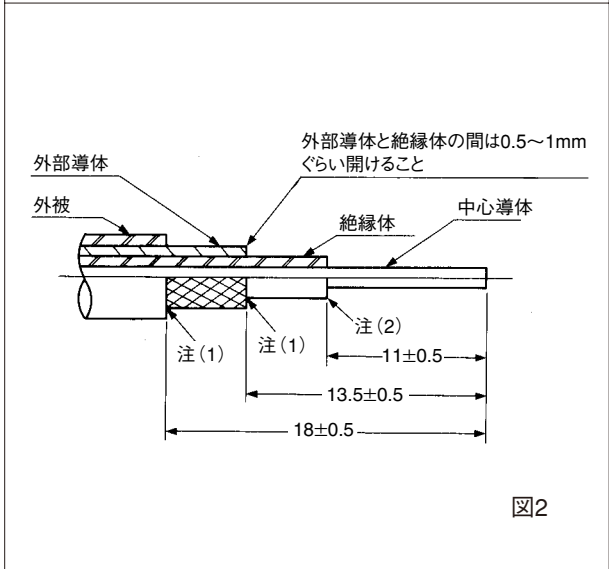

図2
- (1) 図2の寸法で端末処理を行う。
- (2) 端末処理終了後、中心導体をアルコール等を含ませた布で拭き、中心導体表面のポリエチレンカスを取り除くこと。
- 注(1) 外被や絶縁体を切り除く時、外部導体や中心導体に傷をつけぬ様、十分に注意すること。
- 注(2) 絶縁体の切断面は平坦にカットし、切断時の引っ張りによる伸びがないこと。